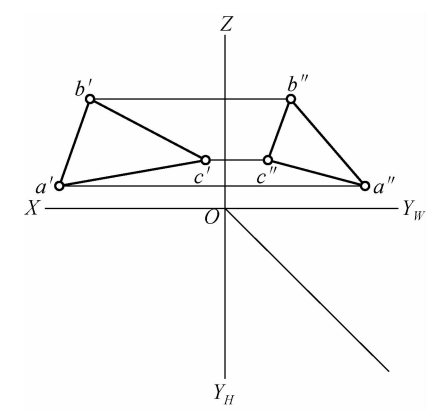

图 1-2-6
1. 如图 1-2-6 所示,补画平面的第三投影。(保留作图线,5 分)